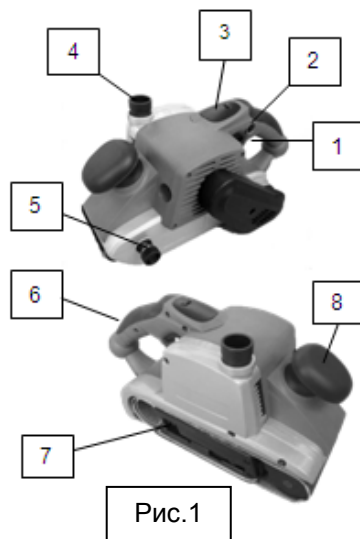

Рис.1
- Потяните зажимную рукоятку (7; рис.1) и максимально поверните ее.
- Переверните инструмент шлифовальной лентой вверх. Вращая регулировочный винт (5; рис.1) влево или вправо, отрегулируйте положение ленты таким образом, чтобы ее края выступали на 1-3мм за края обоих роликов.
Мешок для сбора пыли устанавливается на соединительный патрубок для отвода пыли при помощи адаптера (4; рис.1) .
Для включения машины сначала нажмите кнопку включения (1; рис.1) и закрепите его положение с помощью клавиши фиксации кнопки включения (2; рис.1). Теперь можно отпустить кнопку (1).
Для выключения инструмента нажмите кнопку включения (1; рис.1) .
Управляйте скоростью оборудования, для достижения наилучшего результата. Скорость движения ленты плавно регулируется вращением колеса (3; рис.1) регулятора оборотов. На колесе нанесены цифры от 1 до 6, причем большей цифре соответствуют большие обороты. При установке колеса в позицию 6, скорость движения ленты максимальная. Устанавливайте то значение скорости ленты, которое наиболее подходит для данной конкретной работы.